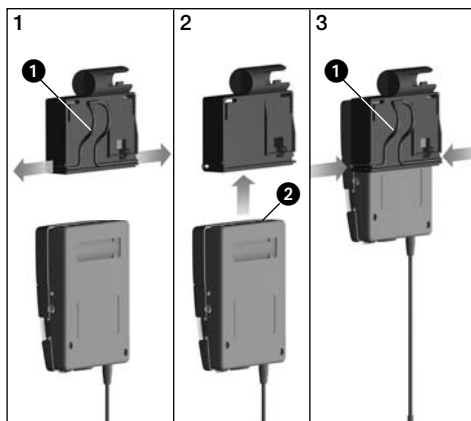

Fig. 2: Fijar el transmisor de bolsillo en el adaptador
- Véase Fig. 2.
1. Retire los extremos del estribo de sujeción (1) del adaptador.
2. Introduzca el transmisor (2) en el adaptador hasta que llegue al tope.
3. Vuelva a introducir los extremos del estribo de sujeción (1) en las aberturas del adaptador. Los extremos del estribo de sujeción se enganchan en las aberturas de la caja del transmisor y dejan fijo el transmisor.